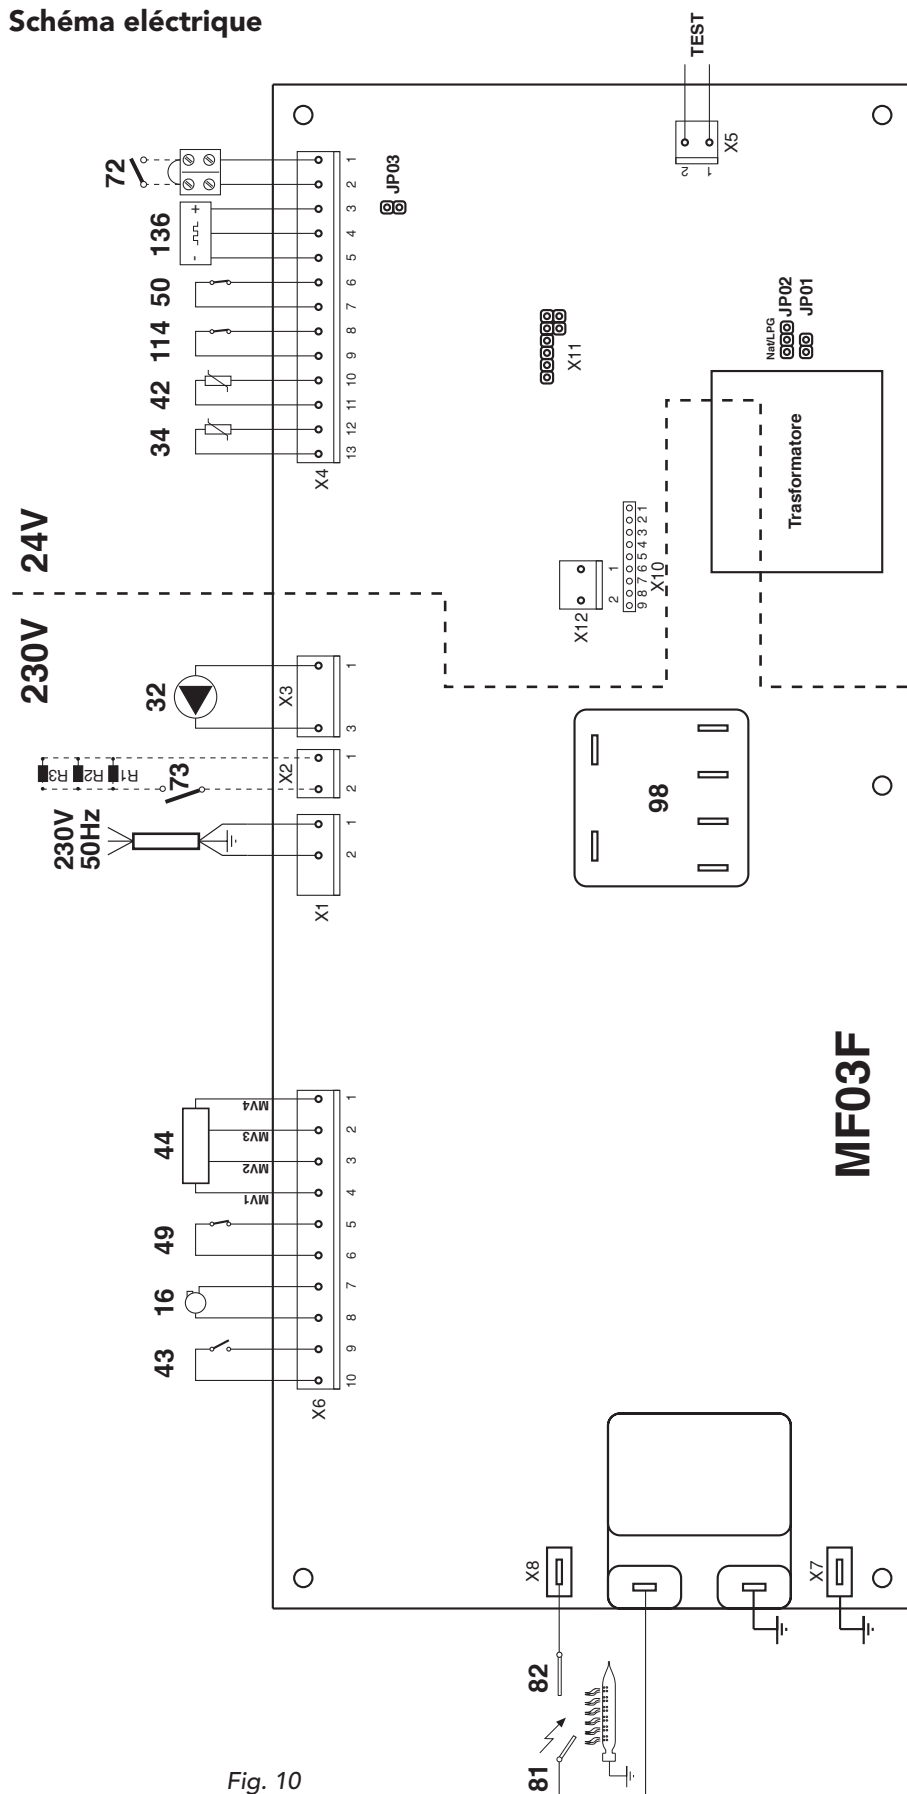

Fig. 10
### 3.10 Installation du thermostat d'ambiance éventuel (72) (Fig. 10)
Brancher le thermostat (72) comme cela est indiqué sur la figure 10.